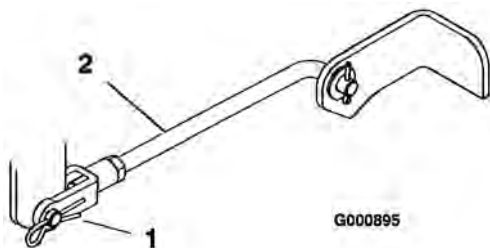

Figure 47
5. Enlevez la goupille fendue et les axes des chapes des tourillons avant (Figure 47).
8. Fixez les tiges de tourillons avant à la machine à l'aide des axes de chape et des goupilles fendues (Figure 47).